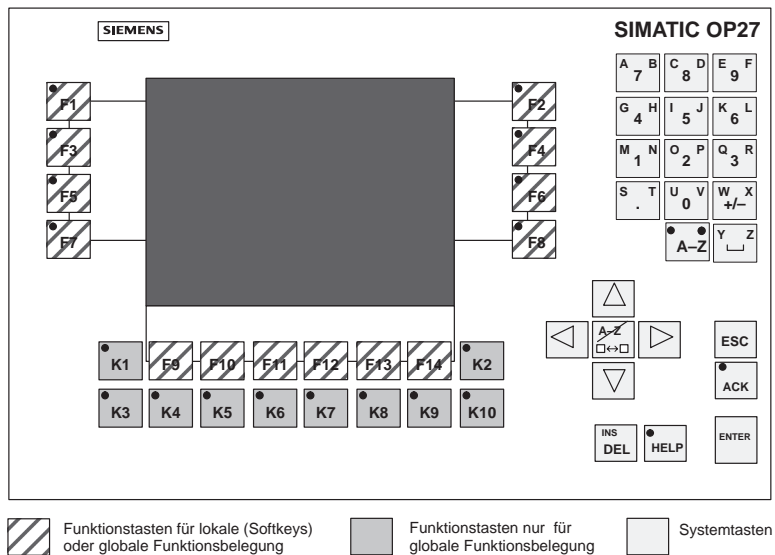

Bild 3-2 Anordnung der Tastenblöcke beim OP27
- beim OP27 → K1 bis K10 und F1 bis F14 (Bild 3-2),
- beim OP27 → F1 bis F14 (Bild 3-2),